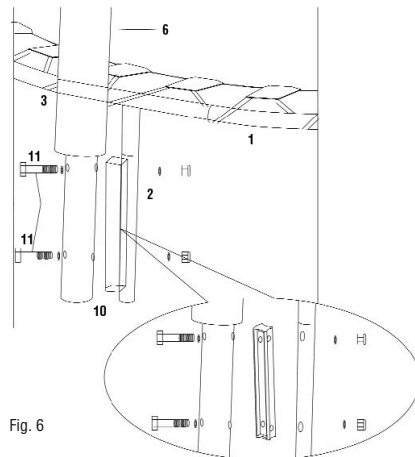

Fig. 6
(11), come mostrato nella figura, alle gambe del trampolino elastico (Fig.6). Gli adattatori di plastica devono essere applicati tra la gamba ed il tubo inferiore in modo che entrambi i tubi siano ben stretti all'adattatore (nell'apposito incavo). Stringere le viti e verificarne la resistenza dopo il primo test funzionale del trampolino elastico. I tubi di fermo devono essere fissati con il collo verso l'alto.